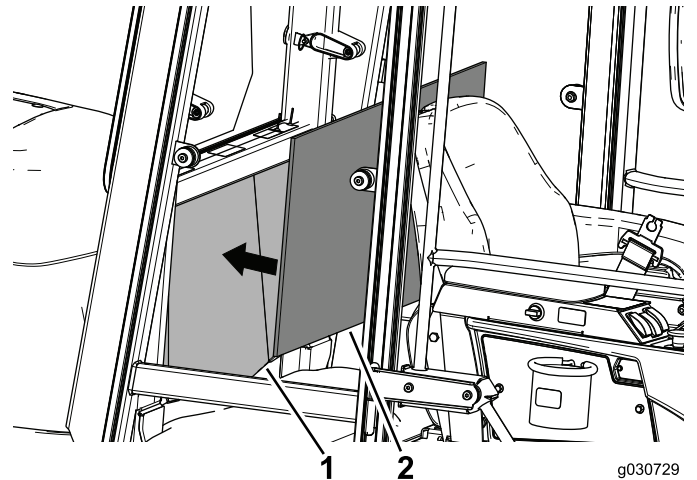

Figure 32
- Alignez le panneau habillé et le centre du panneau arrière à l'intérieur de la cabine pour en vérifier le montage et la position (Figure 32).